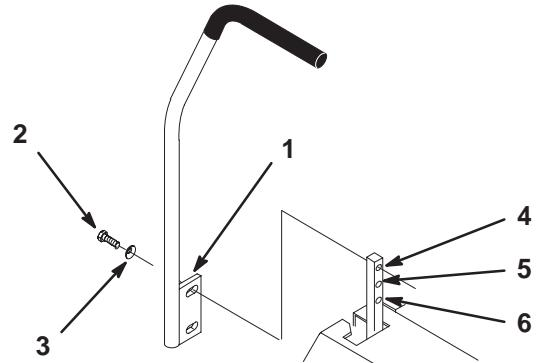

Figure 4
Les leviers de commande ont deux positions de réglage : haute et basse. Montez les leviers dans les trous supérieurs et centraux pour la position haute. Montez les leviers dans les trous centraux et inférieurs pour la position basse (Fig. 4).
1. Retirez les 4 boulons (3/8 x 1") et 4 rondelles élastiques (3/8") qui fixent les leviers de commande de déplacement aux axes des bras de commande pour l'expédition (Fig. 4).
2. Placez les leviers (plaqué de montage dirigée vers l'arrière) à l'extérieur des axes des bras de commande et fixez-les en place au moyen des 4 boulons (3/8 x 1") et 4 rondelles élastiques (3/8") (Fig. 4).
4. Alignez l'avant et l'arrière des leviers, l'un par rapport à l'autre, en position point mort. Desserrez les fixations et réglez en faisant glisser/en inclinant le(s) levier(s) en avant ou en arrière jusqu'à ce qu'ils soient correctement alignés (Fig. 4).